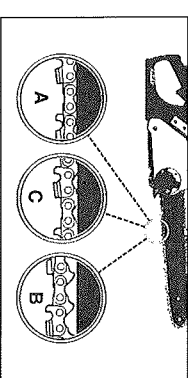

Fig. 5
**ATTENTION - Si la chaîne est TROP LÂCHE ou TROP TENDUE, l'engrenage, le guide-chaîne et les patins s'useront plus rapidement. Étudiez Fig. 5 pour l'information concernant la tension à froid correcte (A), la tension à chaud correcte (B), et comme guide pour ajustement de chaîne (C).**